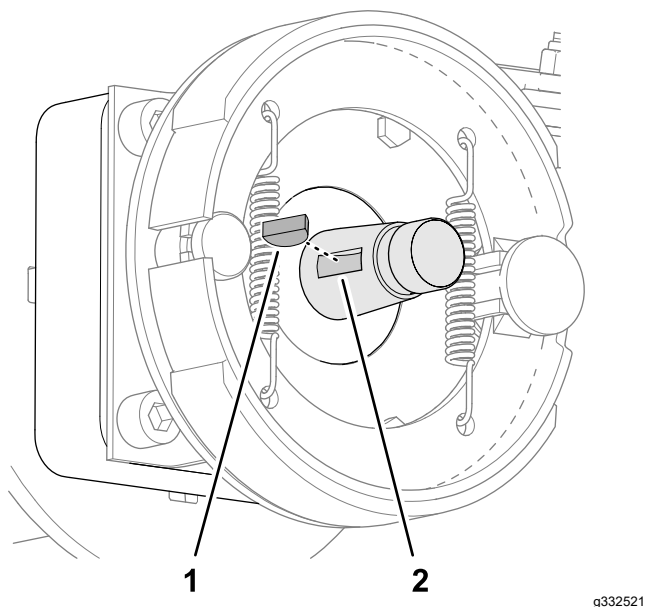

**Figura 78**
1. Remova a porca de bloqueio que prende o cubo ao eixo do motor da roda (Figura 77 ou Figura 78).
4. Utilize o extrator do cubo das rodas para remover o cubo das rodas e tambor dos travões do veio do motor das rodas (Figura 77 ou Figura 78).